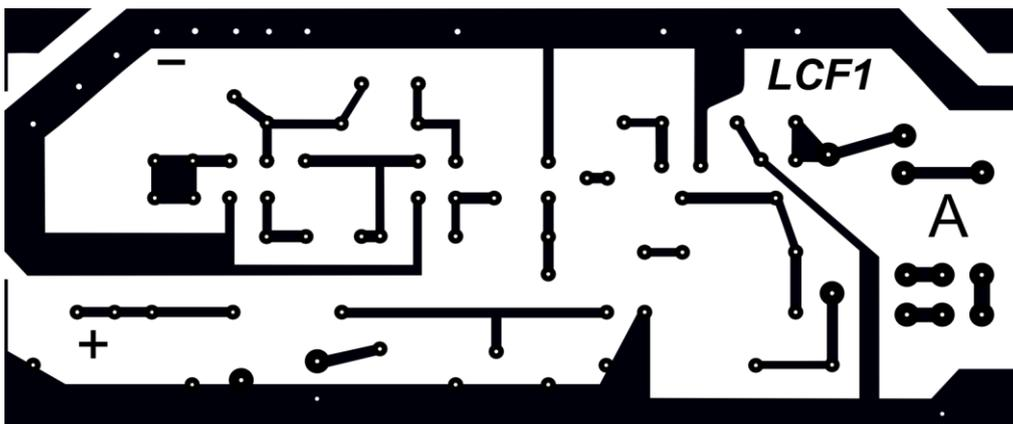

Fig. 6 – Circuit Imprimé principal A.
- a) Le CI. **A** (figure 6). il supporte l'essentiel des composants du montage.